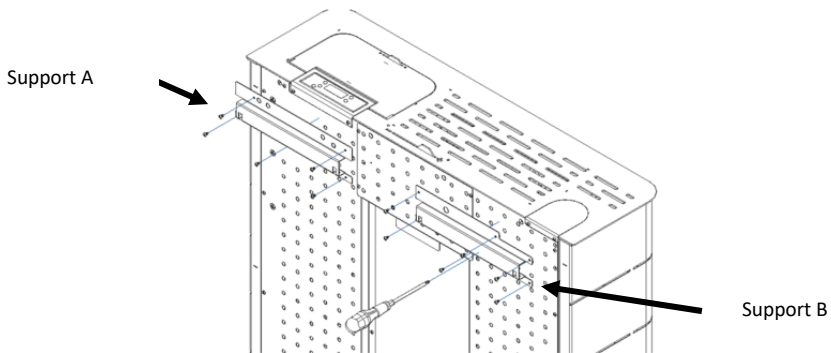

Figure 101 – Montage des supports A et B
a) Fixez les rails de support A et B à l'équipement à l'aide de 10 vis A comme indiqué sur la Figure 101 (Attention à la position des supports).